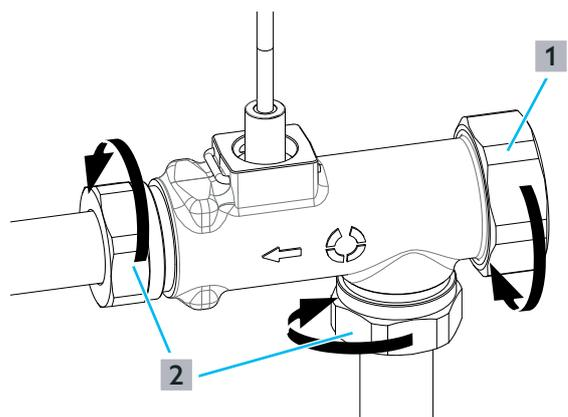

Fig. 22: Démontage du capteur de débit
- 6 Dévisser le capuchon de fermeture ((1) sur la Fig. 22 en page 30) pour le raccordement de bouclage.
- 7 Desserrer les écrous d'accouplement (2) du capteur de débit et retirer le capteur de débit de la tuyauterie.